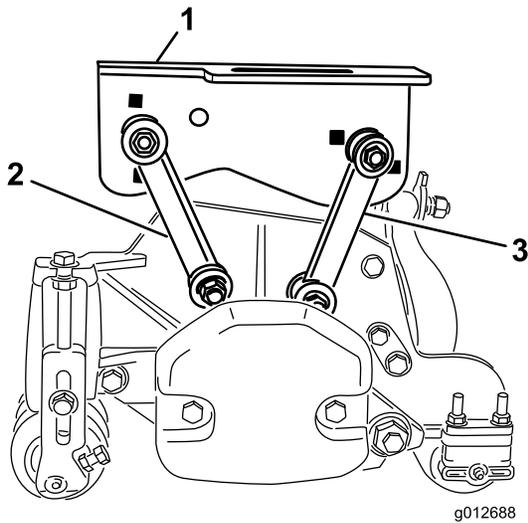

Figura 17
- Sujete los acoplamientos de montaje delanteros a los taladros centrales de los bastidores de tiro con un perno (3/8 x 2 1/4"), 2 arandelas planas y una contratuerca, según se muestra en Figura 17. Coloque una arandela en cada lado del acoplamiento al montarlo. Apriete las fijaciones a 42 N·m.
bastidores de tiro con un perno ($\frac{3}{8}$ " x $2\frac{1}{4}$ "), 2 arandelas planas y una contratuerca, según se muestra en Figura 17. Coloque una arandela en cada lado del acoplamiento al montarlo. Apriete las fijaciones a 42 N·m.